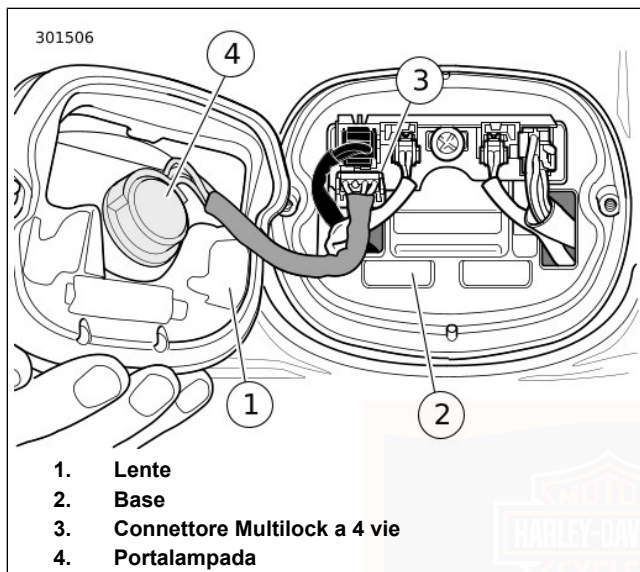

Figura 48. Gruppo della luce posteriore
1. Vedere Figura 48. Accertarsi che il commutatore di accensione sia portato su OFF (spento).